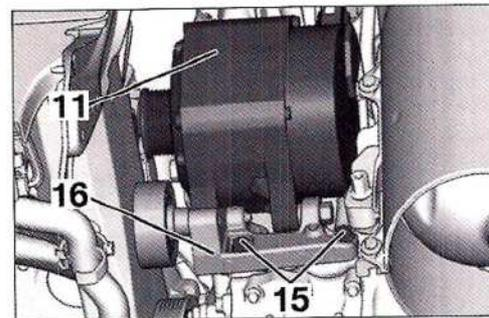

FIG. 18
- Desmontar el tornillo (10) y aflojar el tornillo (12).
- Extraer el alternador (11) por la caja de refrigeración.
- Si el vehículo no está equipado con climatización, desmontar el tornillo de fijación (15) (Fig.18).